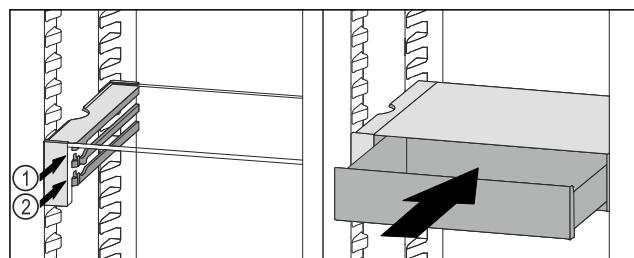

Fig. 38
- Nasadte zásuvku VarioSafe za zarážky na požadovaném žebřu Fig. 38 (1) nebo Fig. 38 (2).